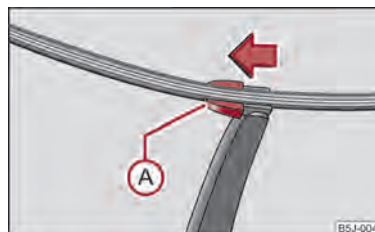

Abb. 34 Scheibenwischerblatt für Heckscheibe
- Klappen Sie den Scheibenwischerarm von der Scheibe ab und stellen Sie das Scheibenwischerblatt rechtwinklig zum Wischerarm ⇒ **Abb. 34**.